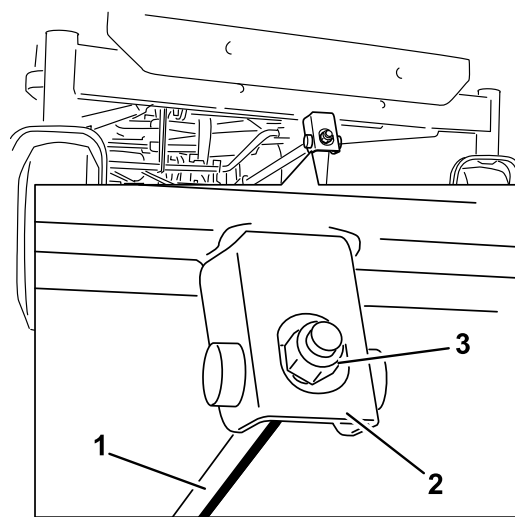

Figura 67
6. Para ajustar la inclinación longitudinal, gire la tuerca de ajuste de la parte delantera del cortacésped (Figura 67).